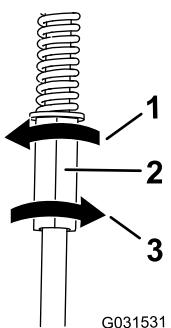

Рисунок 57
- Поворачивайте левую тягу механизма управления с шагом в четверть оборота, пока машина не будет двигаться по прямой (Рисунок 57).